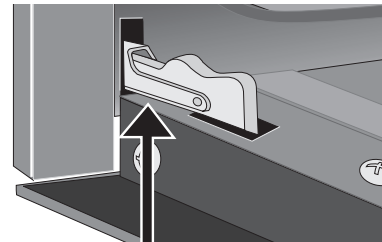
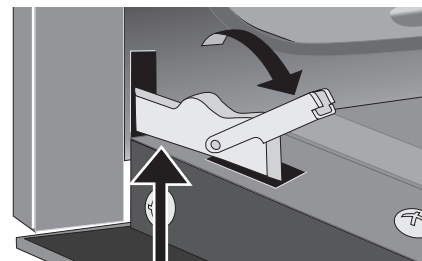

Figura 27: Bisagra bloqueada
Figura 28: Desbloqueo de la bisagra
2. Tire del seguro situado en cada soporte de la bisagra hacia la parte frontal del horno hasta llegar al tope. Es posible que tenga que aplicar un poco de presión al alzar el seguro (Figura 27 y Figura 28).
4. Empuje los seguros de las bisagras hacia arriba y hacia el interior del marco del horno en las bisagras izquierda y derecha hasta la posición bloqueada (Figura 27 y Figura 28).